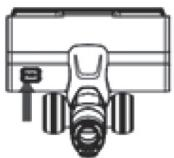

Figura 20
2. Virar a escova e rodar o botão da fechadura na tampa fixa com uma moeda para abrir a fechadura. (Figura 20)